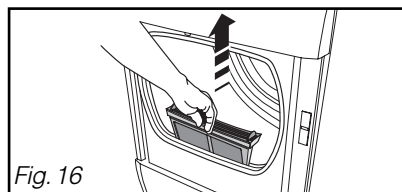

Fig. 16
- Enlevez-le de son logement en tirant de bas en haut (Fig. 16).